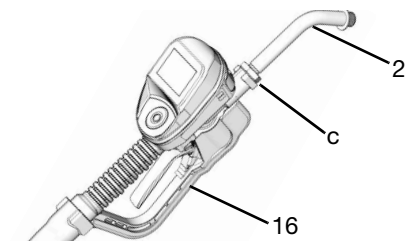

图 10
1. 调节加长管 (2) 上的螺母 (c)，以便最大程度啮合加长管的螺纹（图 10）。
2. 将加长管 (2) 拧入机罩内并拧到底（图 10）。
3. 将加长管 (2) 与计量分配阀机罩和手柄 (16) 对齐（图 10）。
4. 牢固拧紧螺母 (c)（图 10）。